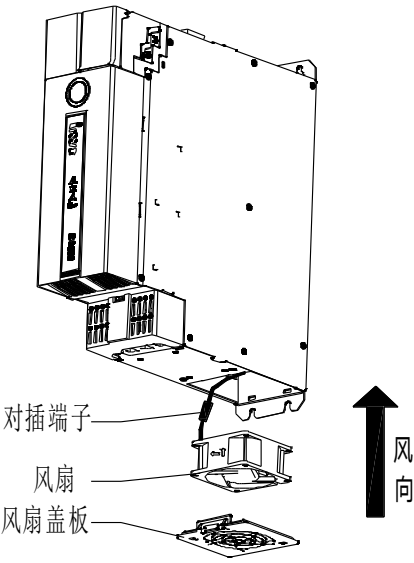

图 11-1 7.5kW（含）以上逆变风扇维护示意图
- 5、将新的冷却风扇装入变频器内；并按照相反的顺序将风扇线缆对插端子接好，将风扇塞进风扇安装机箱对应位置，扣上风扇盖板，请注意风扇的风向与变频器风向保持一致，如图 11-1 所示：